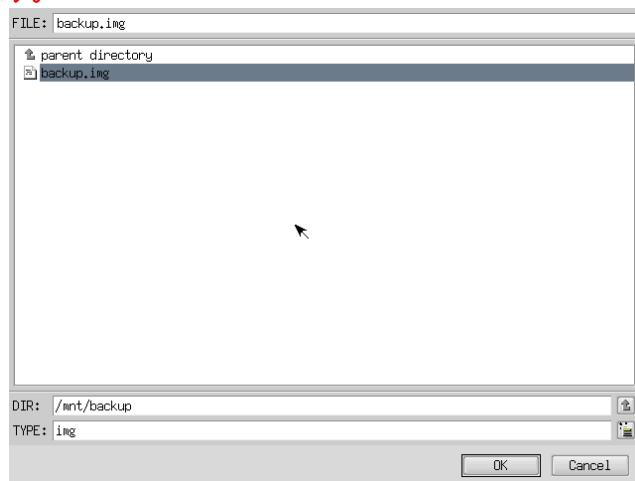

図6-4-4. ファイル参照画面
- ⑧ ファイル参照画面（図6-4-4）が表示されます。⑥で接続したメディアは、/mntにマウントされていますので、/mnt以下から目的のファイルを探してください。[OK]を押すとファイル選択画面にもどります。